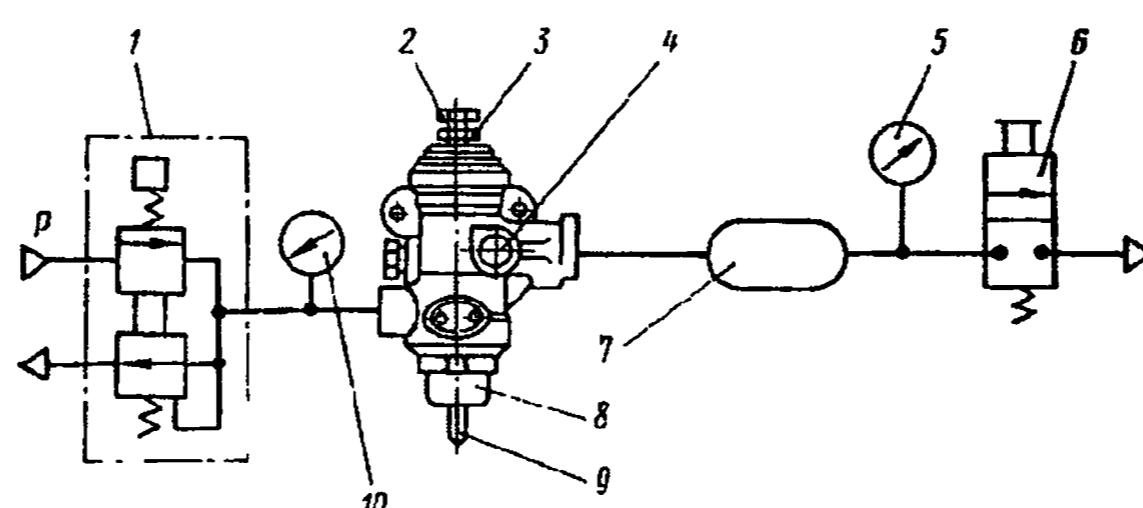

Рис. 302. Схема подключения регулятора давления:
1. Подключите регулятор по схеме, изображенной на рис. 302. Отверните гайку-барашек от клапана 4 отбора воздуха.	—